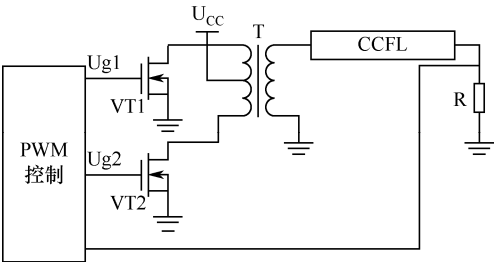

图 5-33 液晶彩电背光驱动电路
液晶彩电背光驱动电路如图 5-33 所示。
1) 电路原理图（见图 5-33）